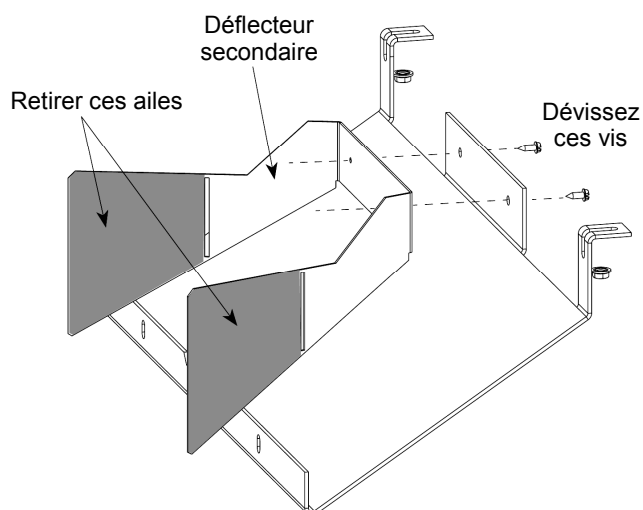
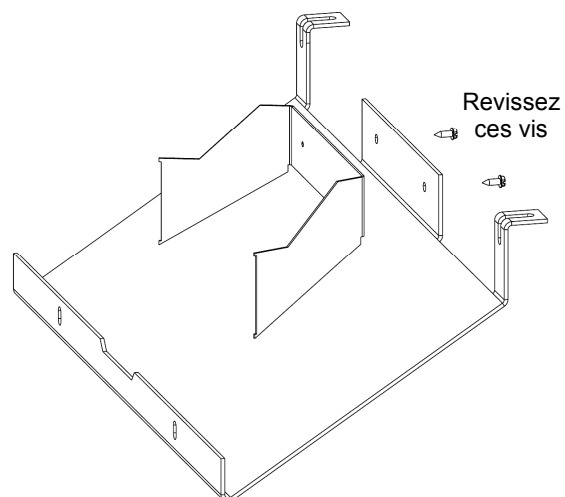

Figure 33.
Figure 34.
9. **Conversion du déflecteur - Conversion au propane seulement:** Retirez les 2 écrous 6 mm pour retirer de la chambre de combustion le déflecteur. Voir fig. 31-32. Le réflecteur étant retiré, dévissez les 2 vis à métal et brisez les 2 ailes d'extension du déflecteur secondaire, aux perforations. Voir fig. 33. Revissez ces vis et réinstallez le déflecteur modifié dans la chambre de combustion. Voir fig. 34.